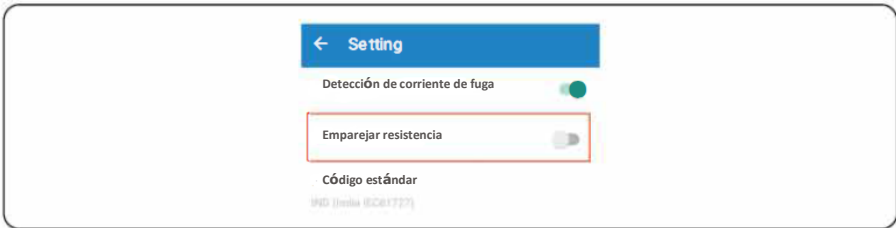

Figura 5.24 Ajuste del emparejamiento de las resistencias
**Paso 4** Puede configurar la resistencia de emparejamiento del extremo de la cadena de conexión multi-RS485, como se muestra en la Figura 5.24.